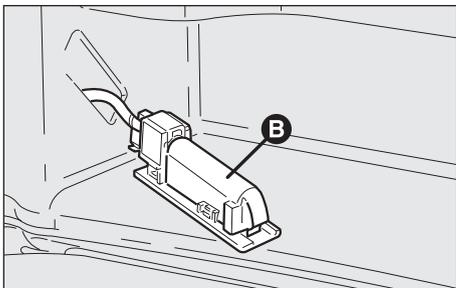

Abb. 61
- Den Schutz (**B, Abb. 61**) entfernen.
- Den Schutz (**B, Abb. 61**) wieder aufsetzen.